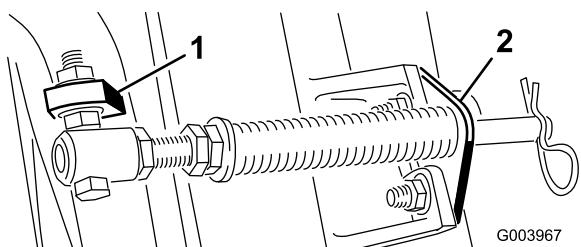

図 5
- C. スプリングチューブのボルトを、反対側のキャリアフレームのタブに取り付け、フランジナットで固定する。図5に示すように、ボルトの頭部がタブの外側を向くように取り付けること。
- D. カッティングユニットのタブにロッドブラケットを取り付け、キャリッジボルトとナットで固定する図5。